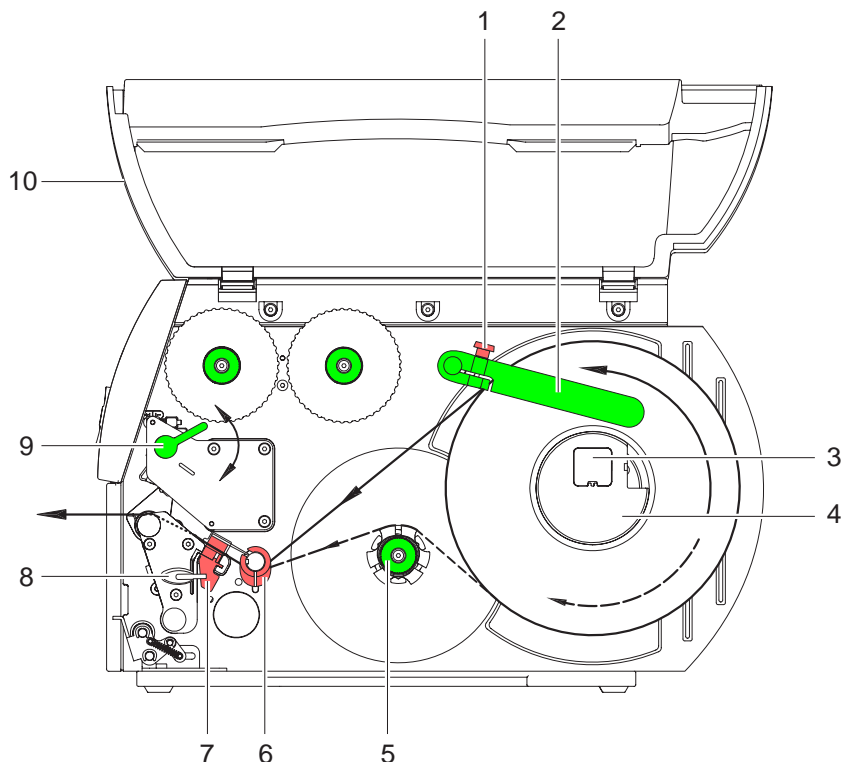

Рис. 5: Закладка рулонных этикеток
i Для выполнения настройки и простых монтажных операций используйте входящий в комплект поставки **шестигранный ключ**, который находится в нижней части печатающего устройства. См. рисунок 5, позиция 8. Другие инструменты для описанных здесь работ не требуются.
- ⇒ Поверните рычаг (рис. 5, поз. 9) в направлении по часовой стрелке, чтобы заблокировать печатающую головку.